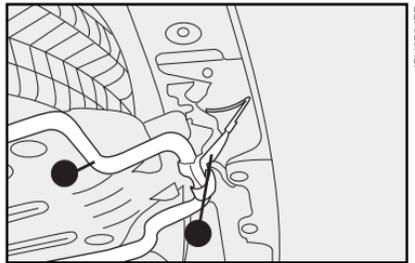

fig. 8
- Actuando por debajo del vehículo en la región del compartimento de equipajes, mueva con una de las manos el seguro **A-fig. 8** y, simultáneamente, levante un poco
el soporte de la rueda de repuesto **B-fig. 8** para permitir que el seguro pueda ser desplazado hacia atrás y todo el conjunto del soporte de la rueda de repuesto pueda descender.